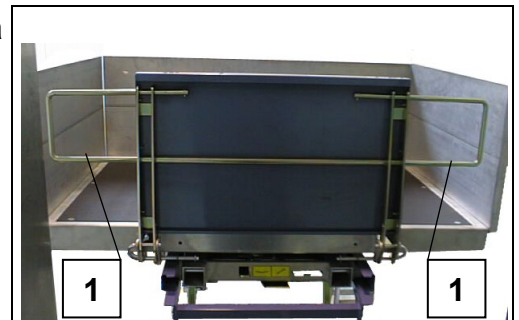

Fig. 53 Ridelle de déchargement
- Pousser l'étrier de protection (Fig. 53, pos.1) vers l'extérieur.